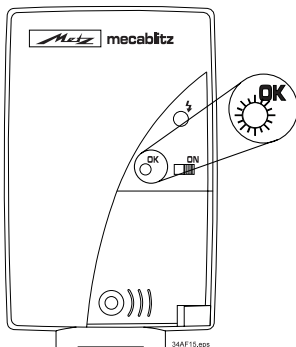

Bild 4: Die Belichtungs-o.k.-Anzeige
4.3 Die Belichtungs-o.k.-Anzeige (Bild 4)